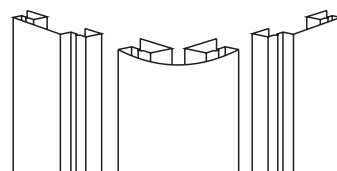

Рис. 4
*Примечание:* для обрамления наружных углов можно использовать прямой угол или радиусную планку с широкой наборной планкой (наличником) из декоративной системы GL ЯФАСАД (рис. 4).
▷ Вставьте наборные планки в радиусные планки, закрепите их (рис. 4).